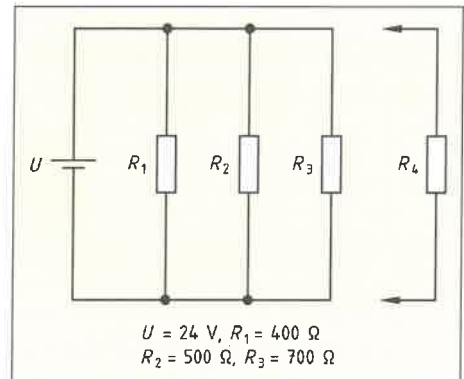
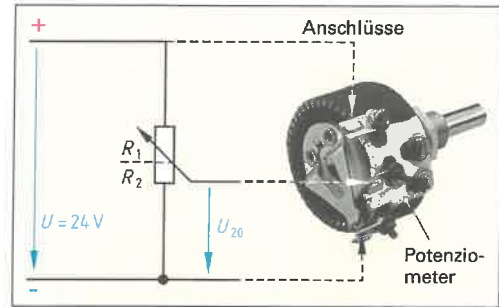
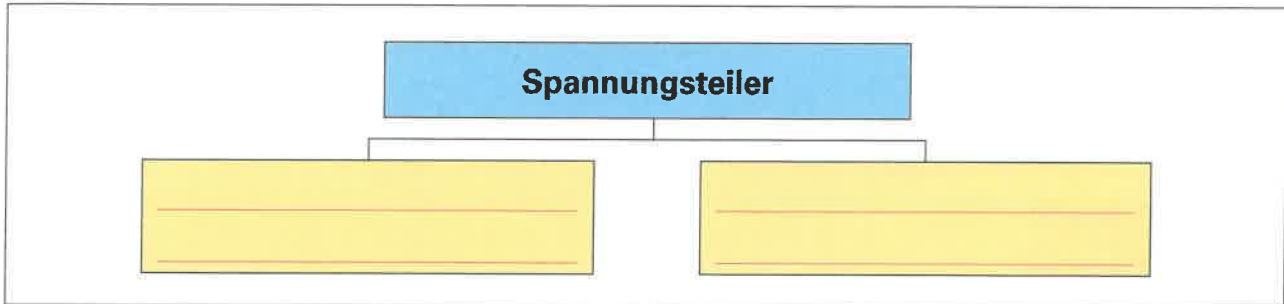

Bild 3: Parallelschaltung mit 4 Widerständen
Bild 1: Einstellbarer unbelasteter Spannungsteiler
Bild 2: Übersicht Spannungsteiler
10. Berechnen Sie für die Schaltung nach **Bild 3**
Elektronische Schaltungen benötigen oft Spannungen, die kleiner als die Betriebsspannung sind. Zur Erzeugung solcher Spannungen werden häufig Spannungsteiler eingesetzt. Mit einem einstellbaren Spannungsteiler (**Bild 1**) kann dann die Ausgangsspannung stufenlos eingestellt werden.
1. Spannungsteiler können mit und ohne Last am Ausgang betrieben werden (**Bild 1**). Meist erfolgt jedoch der Betrieb mit einer Last, z. B. einem Widerstand oder einem elektronischen Gerät (**Bild 3**). Ergänzen Sie die dafür verwendeten Fachbegriffe im **Bild 2**.
2. Geben Sie die Formeln für den unbelasteten Spannungsteiler (**Bild 1**) an und benennen Sie die Formelzeichen.
3. Zwischen welchen Werten kann die Ausgangsspannung U_{20} in **Bild 1** eingestellt werden?